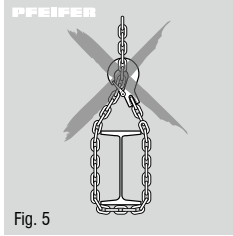

Fig. 5
- Lastkæden må ikke benyttes som anhugningskæde (slyngkæde) (fig. 5).